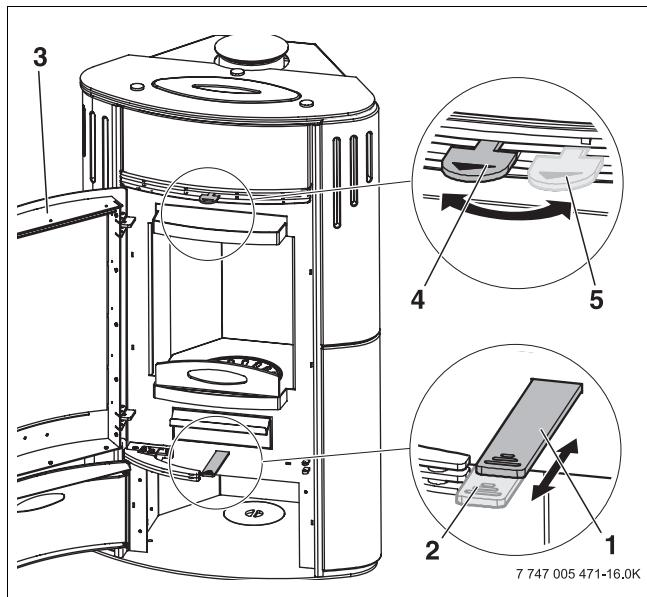

Рис. 20 Заслонки первичного и вторичного воздуха
- Откройте заслонки первичного и вторичного воздуха (→ рис. 20, [2], [4]).